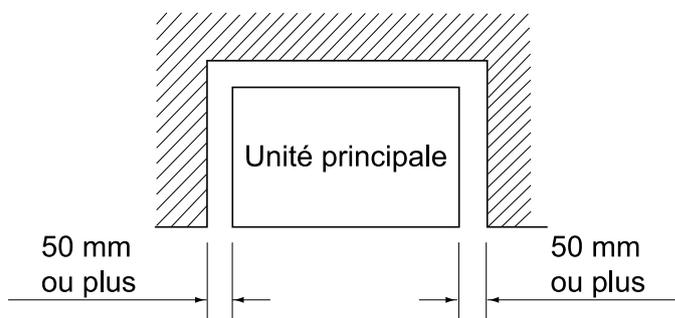

Fig. 2
(1) Choisissez un lieu d'installation remplissant les conditions suivantes et approuvé par votre client.
- Où rien ne bloque l'entrée et la sortie d'air et où un espace suffisant pour l'entretien et la réparation est assuré. **(reportez-vous à la fig. 2)** (dans le cas contraire, la capacité peut baisser en raison d'un court-circuit).